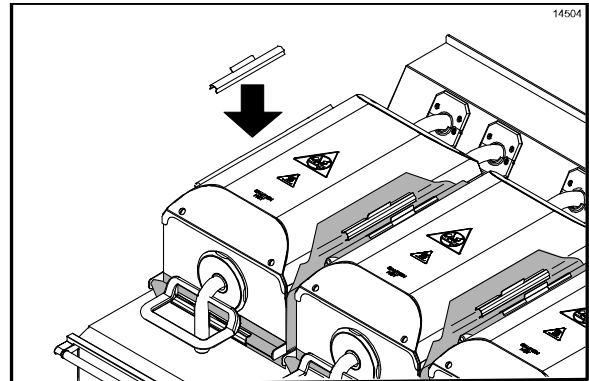

Figure 11
4. Entourer avec précaution les tiges du couvercle avec les rabats latéraux de la feuille de protection et fixer la feuille au moyen des épingles de verrouillage (Cf. Figure 11).